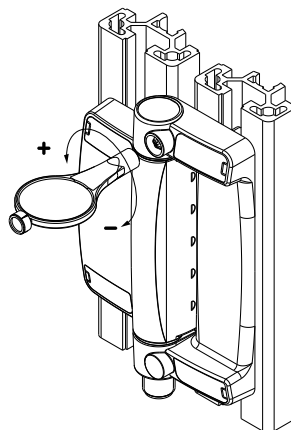

Abb. 6
2. Mit dem Einstellwerkzeug die Öffnerkontakte so einstellen, dass diese bei dem maximal zulässigen Türspalt sicher geöffnet sind. Drehen im Uhrzeigersinn bewirkt einen kleineren Schaltwinkel, Drehen entgegen dem Uhrzeigersinn bewirkt einen größeren Schaltwinkel (Abb. 6); bei Inneneinbau entsprechend umgekehrt. Der Zwangsöffnungswinkel ist 7° größer als der eingestellte Schaltwinkel.